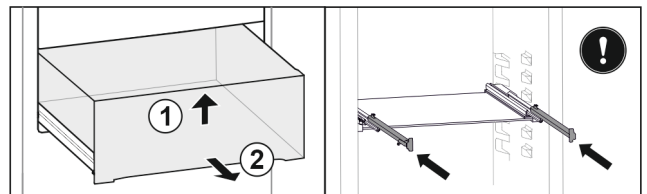

Fig. 66
- ▶ Lade aan de voorkant optillen. Fig. 66 (1)
- ▶ Lade naar voren toe verwijderen. Fig. 66 (2)